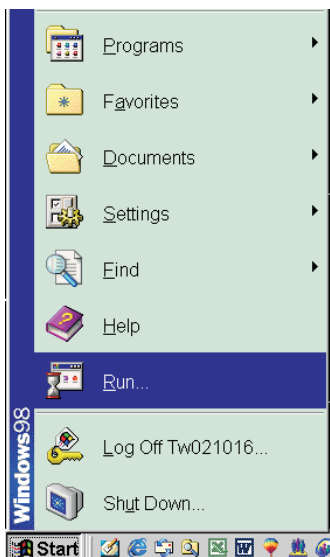

Fig. 5
- 2- Click Start, escolha Run no menu inicial do Windows como mostra a fig. 5.